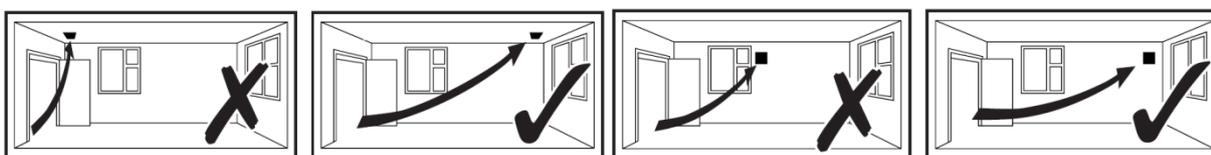

Fig.1 : CHICO B
1. Sélectionnez et suivez le schéma de câblage qui convient. (Fig. 1 ou 2)
Gamme à vitesses fixes – Fig 1, 2, 3, 4 et 5